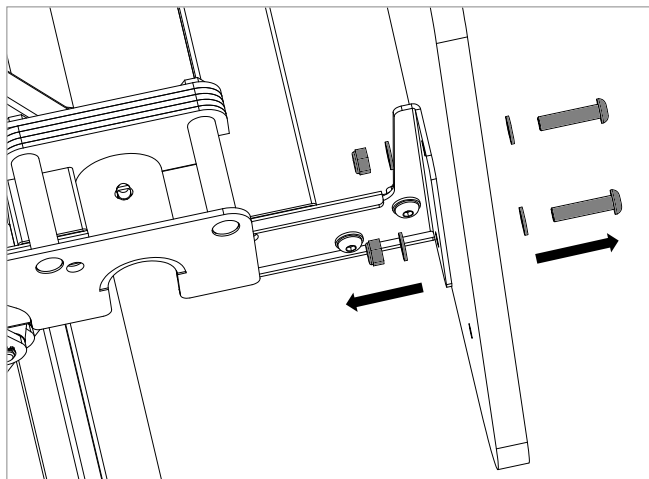

Figure 6.2
2. Desserrez les écrous qui maintiennent la tête et le pied du lit en position. Retirez les attaches ainsi que la tête et le pied de lit. Les boulons M8 ne sont plus nécessaires car ils sont remplacés par les boulons M8 x 45 fournis dans le kit de tête de lit. Conservez les écrous et rondelles pour les réutiliser plus tard (voir Figure 6.2).